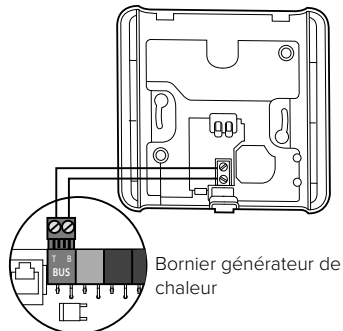

Fig. 13
- Brancher les câbles du capteur d'ambiance à la borne BUS sur le bornier du générateur de chaleur (Fig. 13).